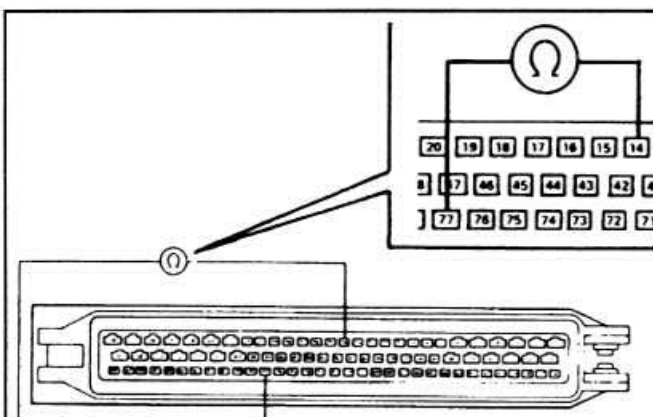

Рис. 1-38. Проверка сопротивления датчика температуры поступающего воздуха
- Присоединить омметр к выводам «14» и «77» соединительной колодки контроллера (рис. 1-38), измерить окружающую температуру и проверить сопротивление по омметру, которое должно быть в пределах  $2,0-2,7 \text{ кОм}$  при температуре воздуха  $17-23^\circ\text{C}$  и  $0,8-1,2 \text{ кОм}$  при температуре  $47-53^\circ\text{C}$ .